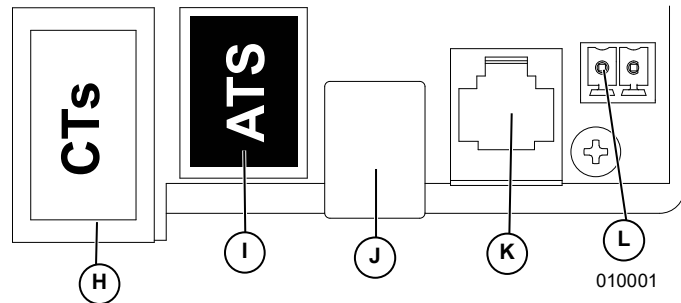

Figure 5-19. Ports accessoires
2. Voir **Figure 5-19**. Raccorder le câble Cat 5 à un port accessoire pour TC (H).